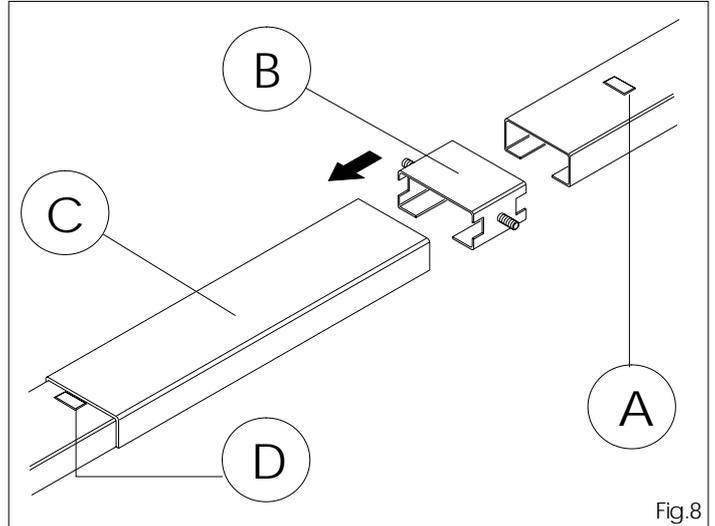
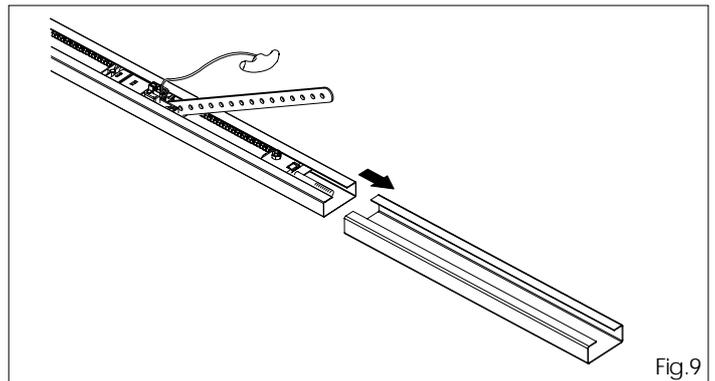
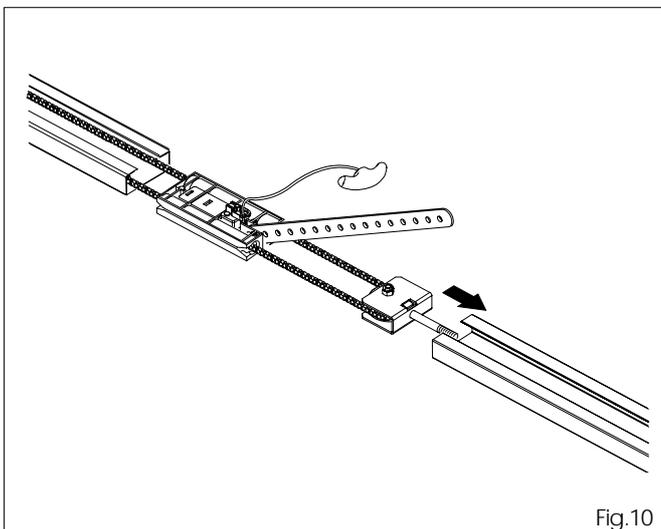

Fig.8
Fig.9
Fig.10
5.2 Para el operador 530 se aconseja utilizar la específica guía opcional (fig.8 ref.B) introduciéndola en la guía central (fig.8 ref.C).
5.3 Introduzcan el larguero con cadena en la guía central (fig.9) hasta el tope con relieve metálico (fig.8 ref.D).
5.4 Introduzcan en el grupo precedentemente montado un nuevo larguero (fig.10), asegurándose de que el relieve metálico indicado en la Fig.8 ref.A esté en contacto con la guía central.